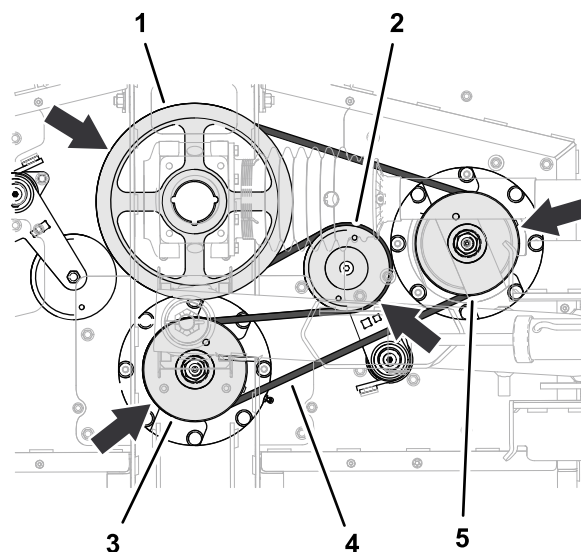

Figure 68
- Acheminez la longue courroie autour de la poulie d'entraînement, dans la gorge supérieure de la poulie d'axe central, et autour de la poulie d'axe droit (Figure 68).